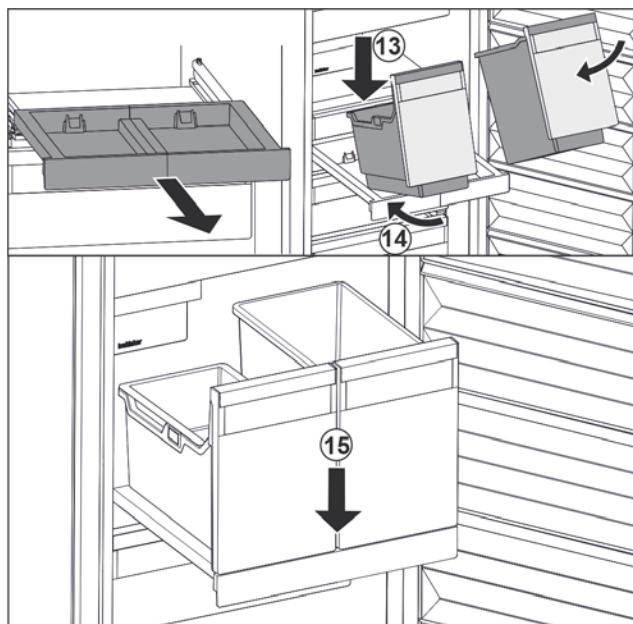

Fig. 86
- Наклоняя вниз, установите контейнеры на выдвижную панель. Fig. 86 (13)
- Вставьте контейнеры, наклоняя вниз, назад. Fig. 86 (14)
- Снимите контейнеры спереди. Fig. 86 (15)